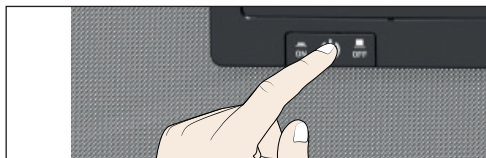

Fig. 23 Deaktivering af enheden
3. Deaktiver enheden med hovedafbryderen (Fig. 23).